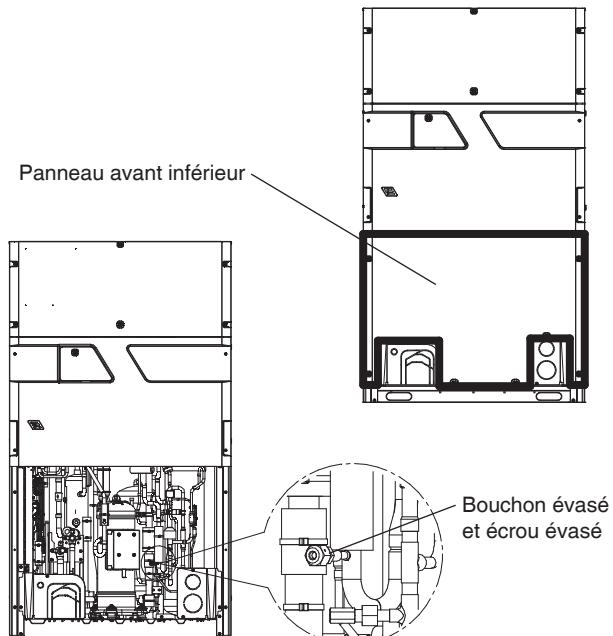

Figure 3A
- Retirez le panneau avant inférieur de l'unité extérieure et identifiez l'emplacement du port de jauge avec clapet anti-retour. Voir Figures 3A, 3B & 3C. (Page suivante)